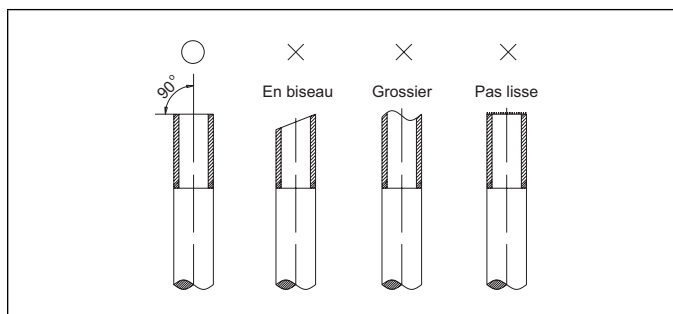

Figure 30. Coupe des tubes
4. Couper les conduites avec un coupe-tube. Les coupes doivent être plates et lisses comme illustrées à la « Figure 30. Coupe des tubes ».